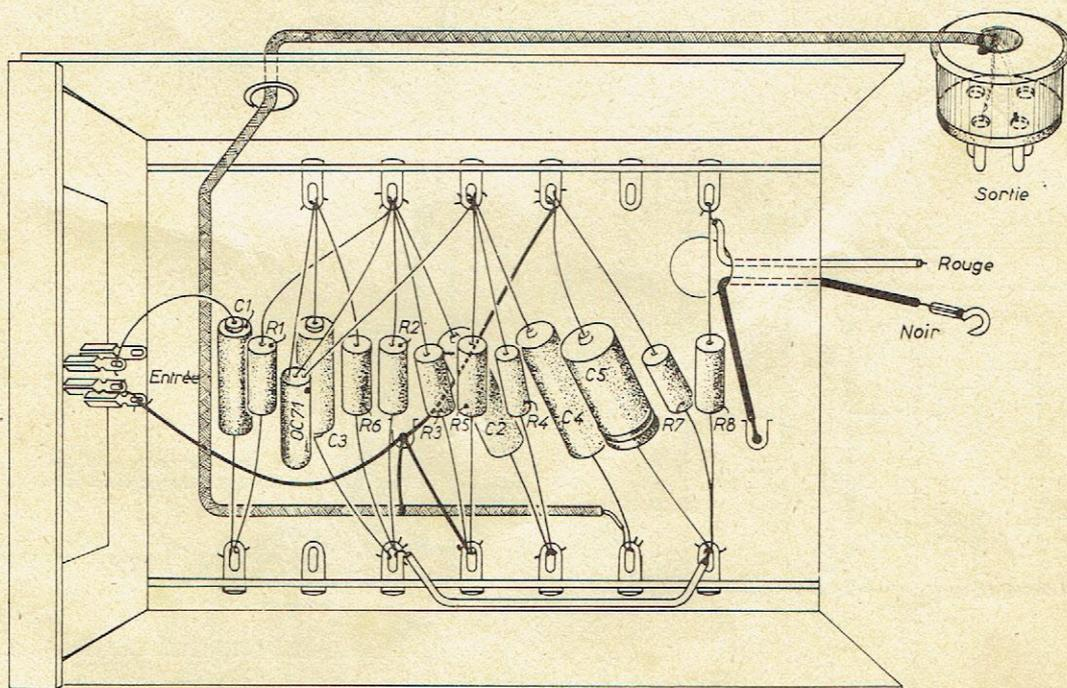

Fig. 4 - Câblage du préamplificateur - Branchement du bouchon à 4 broches
- Un cordon blindé souple (1 conducteur) de 20 cm de long assurera la liaison entre la tête de P.U. et l'entrée du préamplificateur. Pour ce faire, utiliser le bouchon 4 broches précédemment démonté et le brancher selon les indications de la figure 4 (voir au verso).